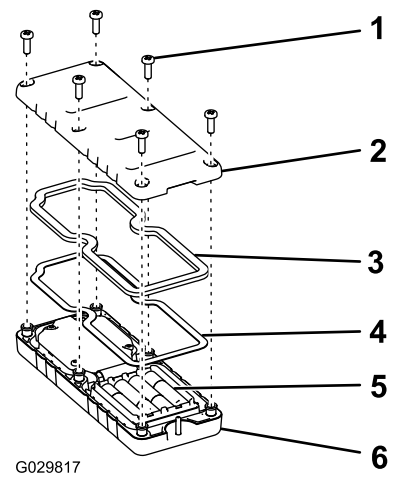

图6
2. 将电池逐一放入电池端子仓位，遵循正确的电池极性（图6）。
3. 确保钢垫片和橡胶密封件正确放置于遥控器的槽内，然后将后盖放回原位（图6）。
4. 用 6 个螺丝固定后盖（图6），上紧螺丝扭矩至 1.5~1.7Nm。